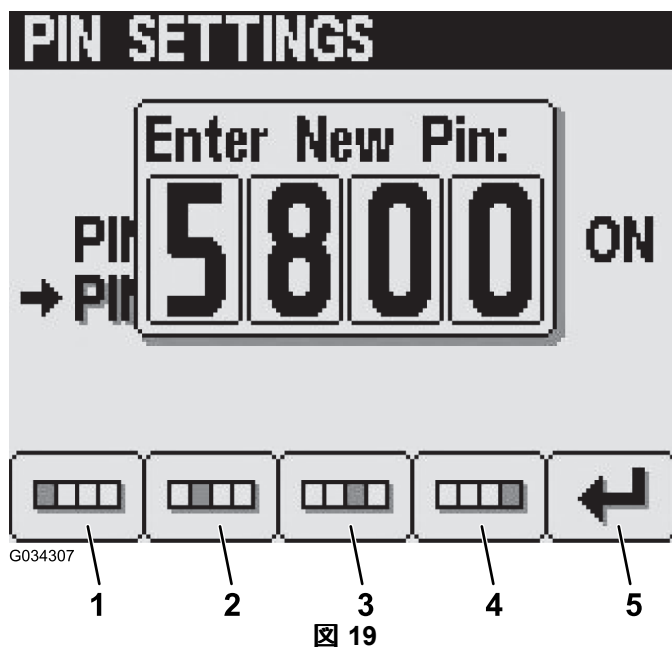

図 19
- ボタン 14 を使って新しい PIN を入力し、入力が完了したらボタン 5 を押す 図 19。